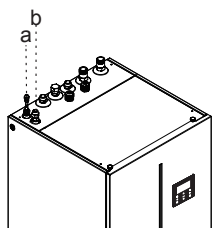

Fig. 5-2
- Si l'unité intérieure est associée à une unité extérieure (4/6 kW), le transfert 9,52-6,35 (voir le tableau de la page 8) doit être monté sur le raccord du liquide réfrigérant de l'unité intérieure (voir Fig. 5-2) ; le transfert n'est pas utilisé avec d'autres types d'unités extérieures (8/10/12/14/16 kW).